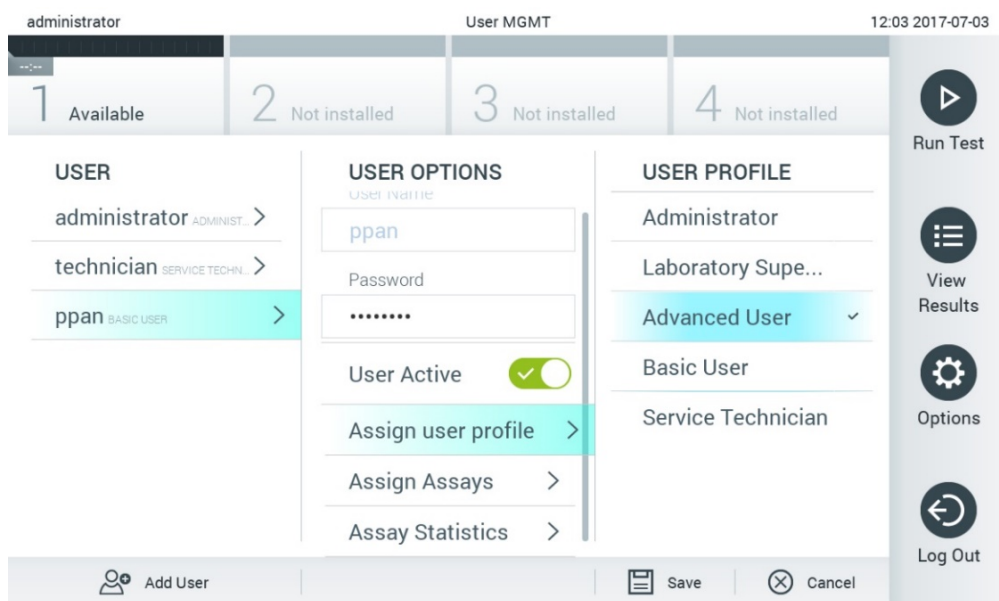

Figure 61. Attribuer des profils d'utilisateur aux utilisateurs.
- Assign User Profile (Attribuer le profil d'utilisateur) : permet d'attribuer un profil d'utilisateur différent pour cet utilisateur [p. ex. Administrator (Administrateur), Laboratory Supervisor (Superviseur de laboratoire), Advanced User (Utilisateur avancé), Basic User (Utilisateur basique)]. Sélectionnez le profil utilisateur approprié dans la liste située à droite de la zone de contenu (figure 61).